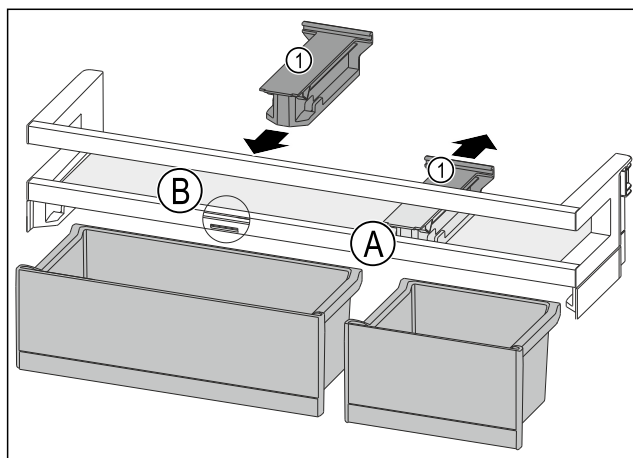

Fig. 112
- Pociągnąć element trzymający Fig. 112 (1) w pozycji Fig. 112 (A) do tyłu.
- Włożyć element trzymający Fig. 112 (1) w pozycji Fig. 112 (B).